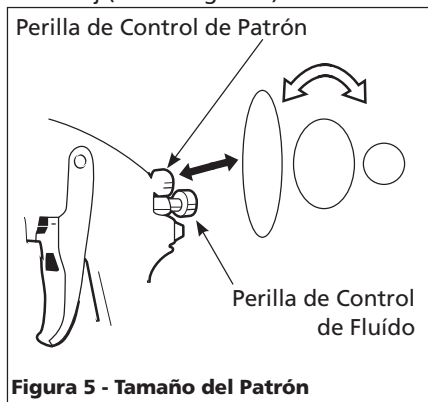

Figura 5 - Tamaño del Patrón
2. Seleccione la forma del patrón. Si desea cubrir una superficie amplia, gire la perilla de control en sentido contrario a las agujas del reloj. Si desea un patrón circular, gírela en el mismo sentido de las agujas del reloj (Vea la Figura 5).
3. Gire la perilla de control totalmente en el mismo sentido de las agujas del reloj, para cerrarlo (Vea la Figura 5).
5. Sáquele las tuercas que sostienen los empaques y reemplácelos **SOLO** si no puede eliminar la fuga de material después de apretar las tuercas (Vea la Figura 5). No apriete demasiado estas tuercas ya que podría restringir el movimiento de la aguja.